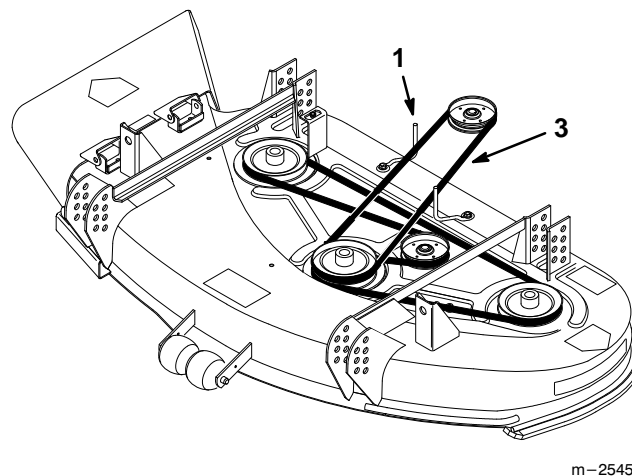

Figure 9
9. Contrôler la position des guide-courroie. Les guides doivent se trouver à environ 1/8" (3 mm) de la courroie (Fig. 9). Régler les guide-courroie si nécessaire.